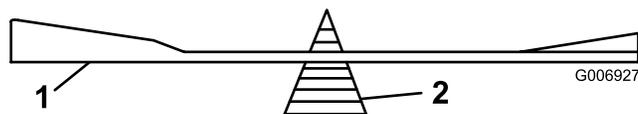

Figure 34
2. Vérifiez l'équilibre de chaque lame en la plaçant sur un équilibreur (Figure 34). Si la lame reste horizontale, elle est équilibrée et peut être utilisée. Si la lame est déséquilibrée, limez un peu le dos de la lame. Répétez la procédure jusqu'à ce que la lame soit équilibrée.